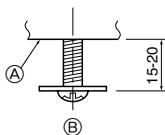
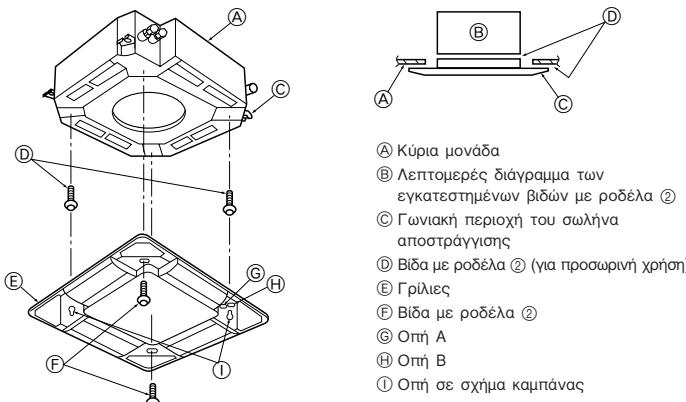

Fig. 5-5
Fig. 5-6
5.4.1. Προετοιμασία (Fig. 5-5)
- Τοποθετήστε τις δύο παρεχόμενες βίδες με ροδέλα ② στην κύρια μονάδα (στη γωνία της περιοχής του σωλήνα αποστράγγισης και στην αντίθετη γωνία), όπως δείχνει το διάγραμμα.
5.4.2. Προσωρινή εγκατάσταση (Fig. 5-6)